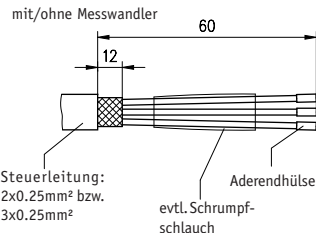

Abb. 4: Kabelvorbereitung
- Die Kabel gemäß Abb. 4 vorbereiten.